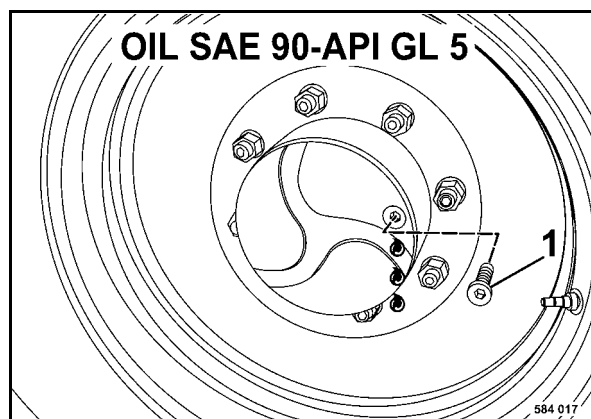

fig. 100
- Déplacer la machine de sorte que le bouchon 1 (fig. 100) se trouve à l'horizontale.